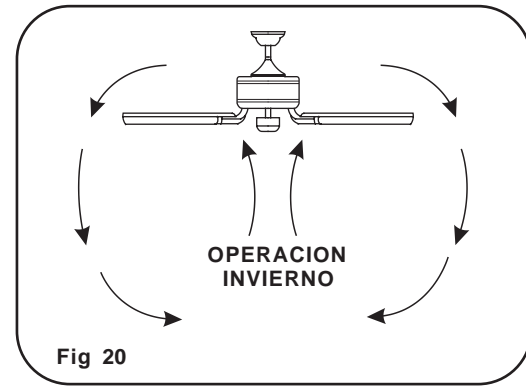

Fig 20
**Clima Frio:** Una corriente de aire ascendiente empuja el aire caliente del area del techo como se muestra en la Fig. 20 esto permite ajustar la calefaccion a una temperatura mas baja sin que esto afecte su bienestar.